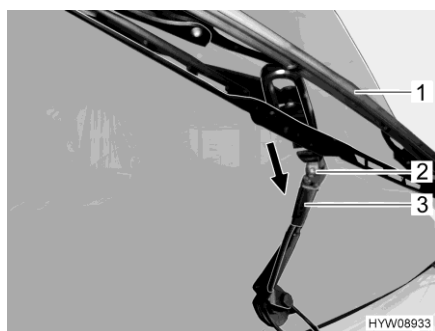

Fig. 215 Sostituzione della spazzola del tergicristallo
- Sollevare il braccio del tergicristallo (Fig. 215,3) dal parabrezza e aprirlo fino all'arresto.
- Spingere i morsetti in plastica della spazzola del tergicristallo (Fig. 215,1) fuori dal supporto piegato presente sul braccio del tergicristallo (freccia).
- Pulire gli ugelli dei tergicristalli (Fig. 215,2).